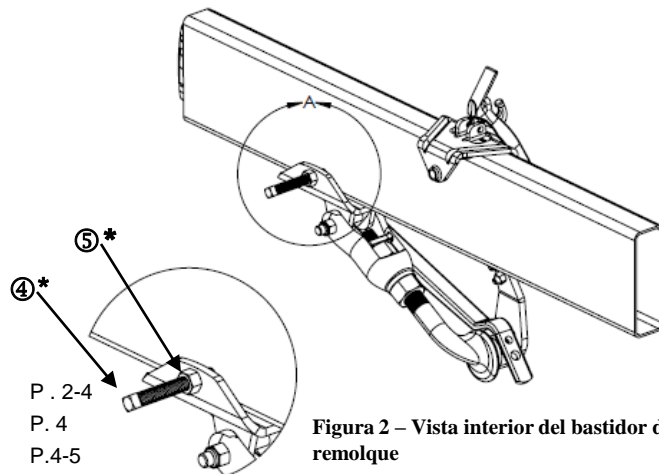

Figura 2 – Vista interior del bastidor del remolque
7. Coloque el gancho de cadena temporalmente por encima del brazo de leva. (En el momento de la instalación, la posición del gancho se debe ajustar para verificar que la cadena esté vertical antes de remolcar). Apriete el perno del gancho de cadena como se muestra en la figura 2 contra el bastidor.